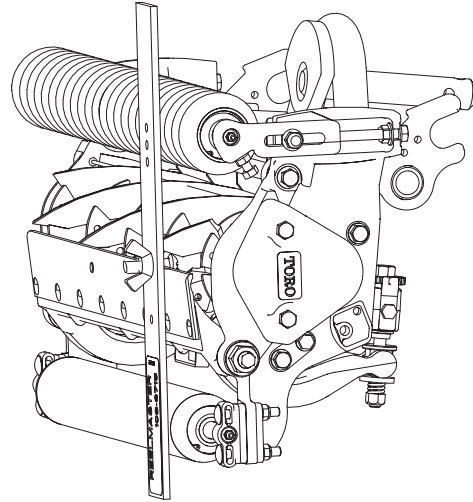

Figure 15
3. Accrochez la tête de la vis sur le bord tranchant de la contre-lame et appuyez l'arrière du gabarit contre le rouleau arrière (Fig. 15).